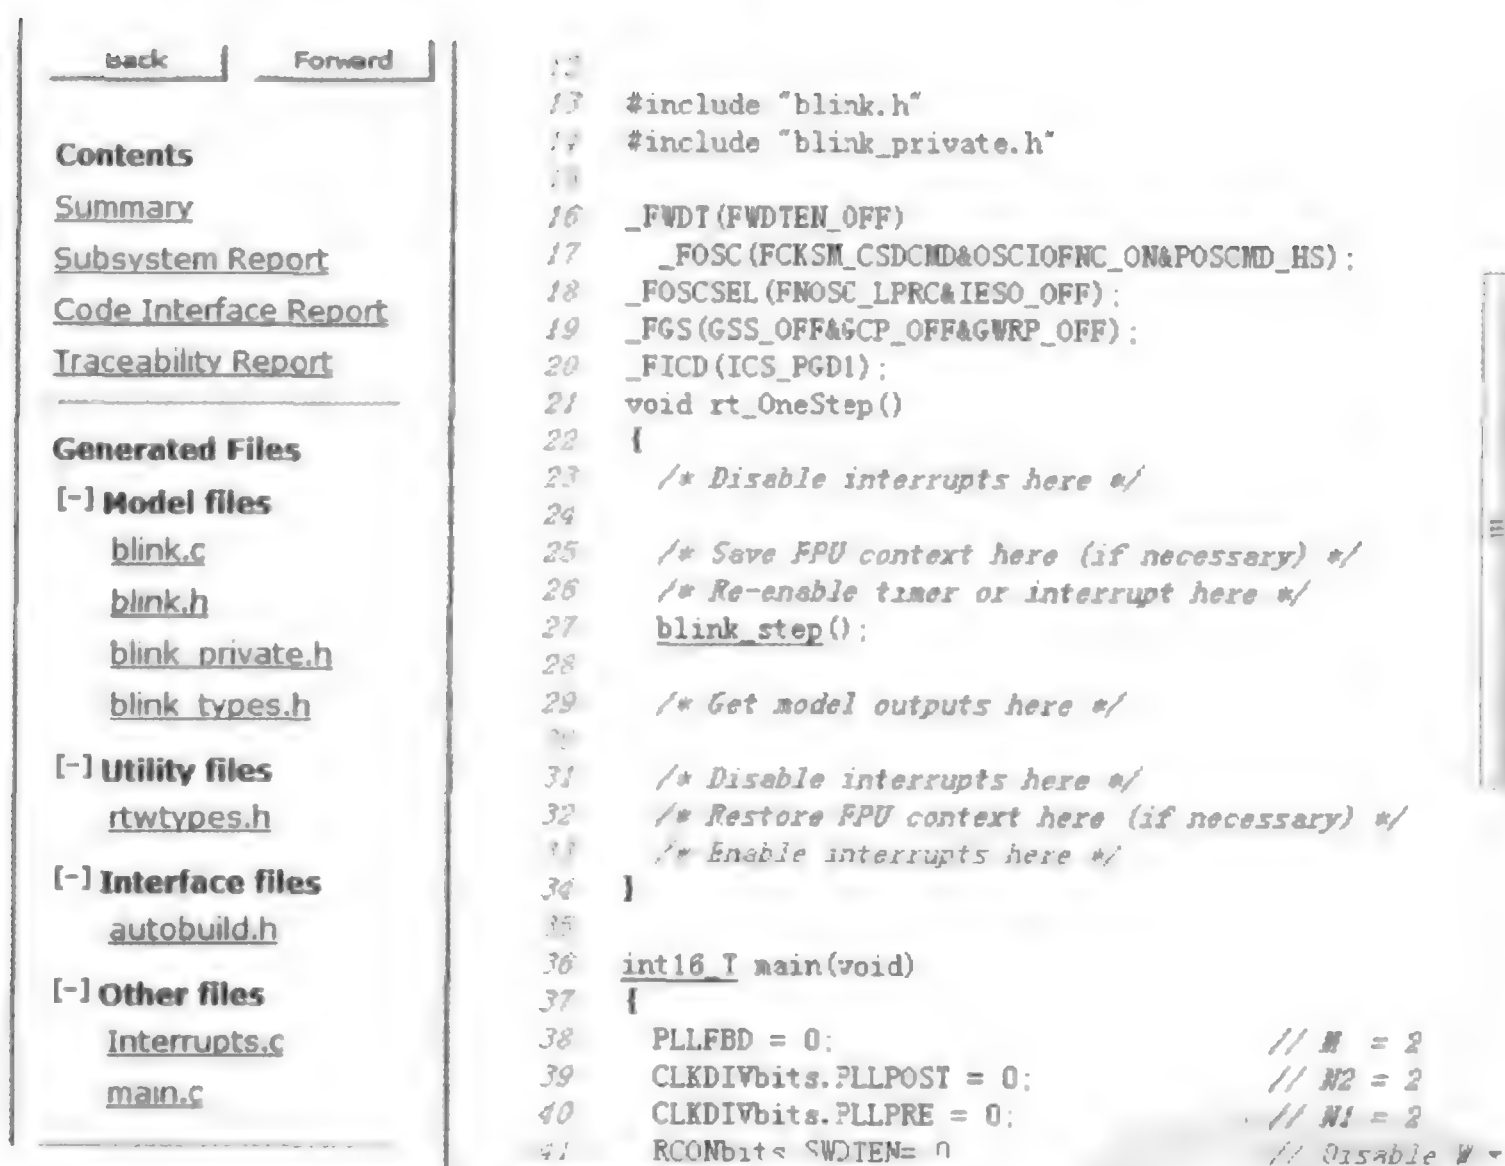

图 7.2.50 代码生成报告
(7) 单击模型工具栏的按钮, 生成代码, 报告如图 7.2.50 所示。